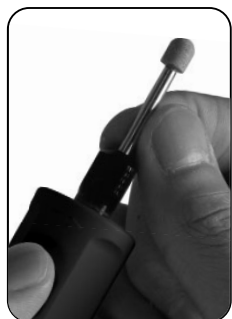

Рис. 6
- Проверьте надежность соединения (рис. 6).